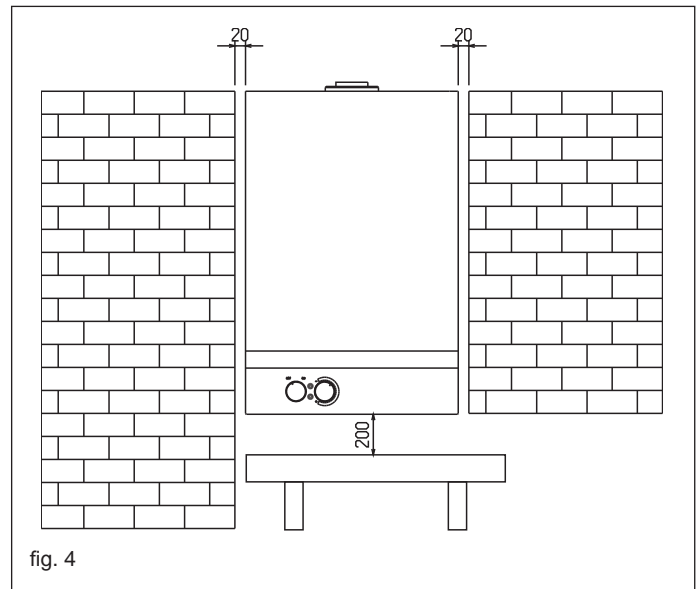

fig. 4
- l'apparecchio non deve essere mai chiuso in un mobile o in una nicchia, ma deve essere prevista una distanza minima da pareti laterali di almeno 20 mm (fig. 4), così da rendere agevoli le operazioni di manutenzione;
- L'apparecchio deve essere installato su una parete idonea e per consentire le operazioni di manutenzione è indispensabile lasciare intorno allo stesso le distanze minime indicate in fig. 4;